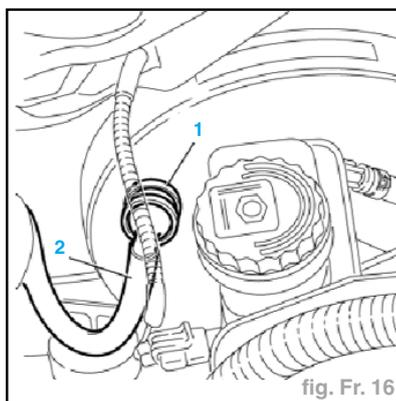

fig. Fr. 16
- Détacher du servofrein la soupape unidirectionnelle (1).
- Détacher la soupape unidirectionnelle du tuyau et la déposer (2) (fig. Fr. 16).